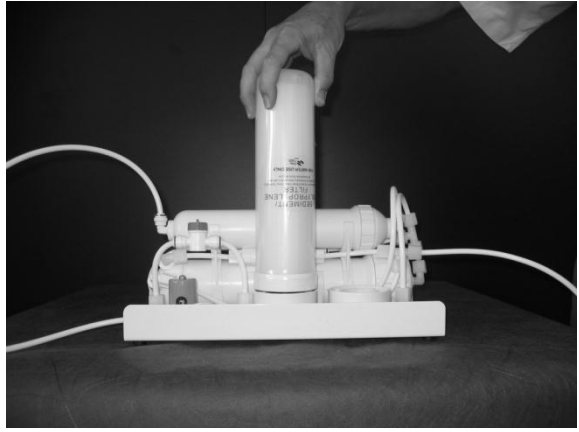

Fig. 3
4. Monter, en les vissant, les nouveaux filtres en veillant à ne pas les intervertir (le filtre charbon block est monté sur le côté, fig. 3 & 4). Visser à fond, sans forcer.